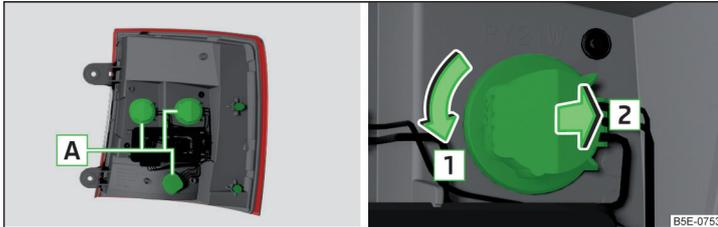

Abb. 356 Äußerer Teil der Leuchte / Fassung mit Glühlampe herausnehmen
- › Die Fassung mit der Glühlampe **A** in Pfeilrichtung **1** drehen » Abb. 356.